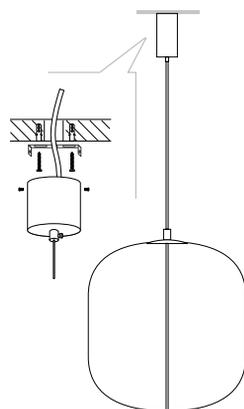

Рис. 2. Установка и подключение светильника с накладной чашей
- 3.2. Установка и подключение светильника с накладной чашей (рис.2):
- 3.4. Для замены накладной потолочной чаши на встраиваемую выполните следующие действия (рис.2.):